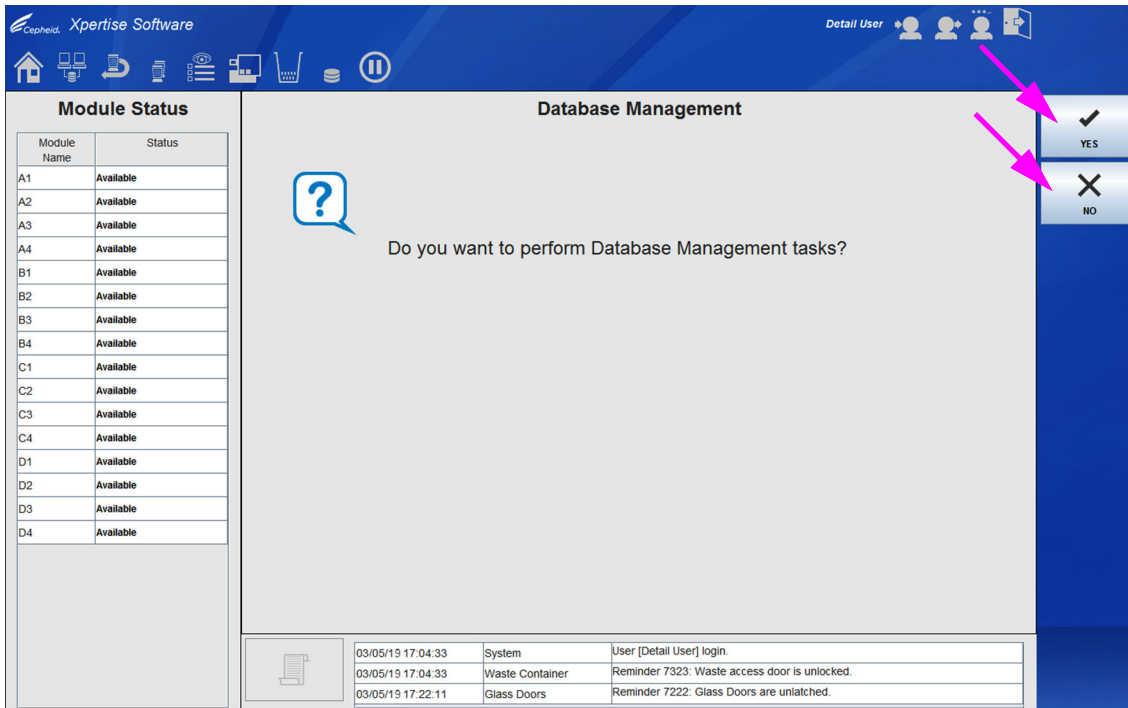
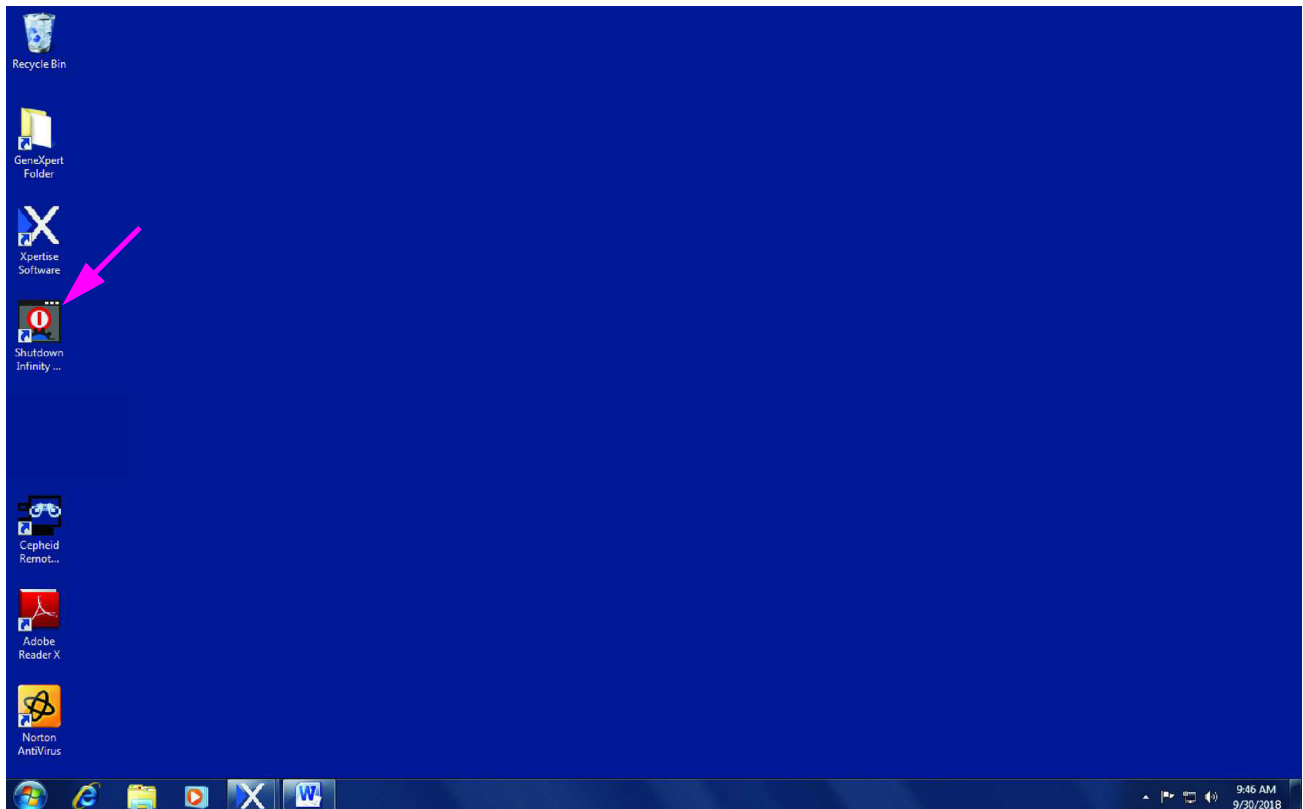
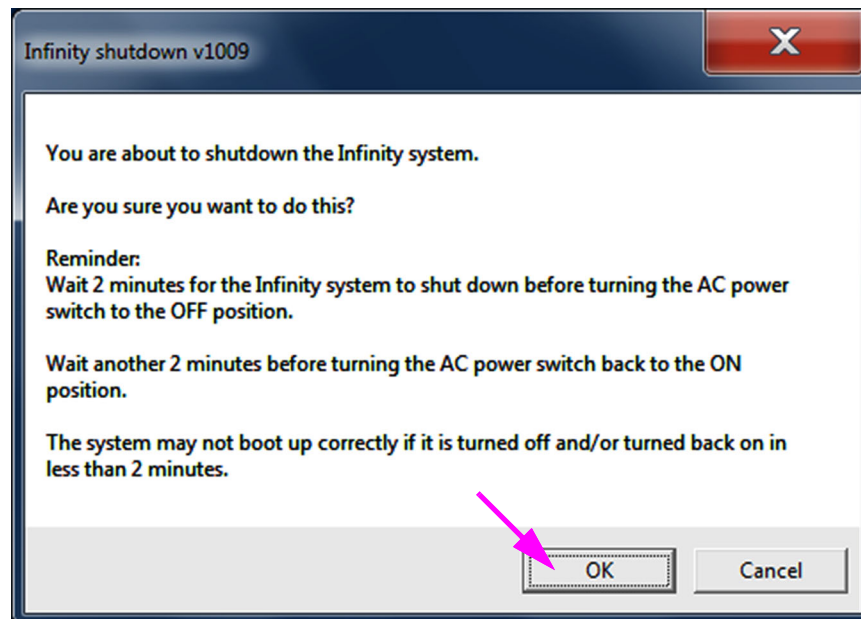

Figura 2-75. Lembrete de área de trabalho Database Management (Gestão da base de dados)
Figura 2-77. Ambiente de trabalho com o ícone Shutdown (Encerrar) Infinity
Figura 2-78. Caixa de diálogo de confirmação de encerramento do Infinity
- Se a caixa Database Management Reminders (Lembretes de gestão da base de dados) na área de trabalho General (Geral) (ver Figura 2-25) **não** estiver assinalada, o lembrete da área de trabalho Database Management (Gestão da base de dados) (ver Figura 2-75) não será apresentado e não será necessária qualquer ação adicional. O programa de software Xpertise vai fechar e será apresentado o ambiente de trabalho Windows. Ver Figura 2-77. Vá para a Secção 2.12.1.3 para concluir a sequência de encerramento do sistema.
- Se a caixa Database Management Reminders (Lembretes de gestão da base de dados) na área de trabalho General (Geral) (ver Figura 2-25) estiver assinalada, o lembrete da área de trabalho Database Management (Gestão da base de dados) (ver Figura 2-75) será apresentado a perguntar-lhe se quer efetuar tarefas de gestão da base de dados.
- A. **Se não pretender executar tarefas de gestão de base de dados**, selecione o botão **NO (NÃO)**. O programa de software Xpertise vai fechar e será apresentado o ambiente de trabalho Windows. Ver Figura 2-77. Vá para a Secção 2.12.1.3 para concluir a sequência de encerramento do sistema.
Depois de efetuar as tarefas de gestão da base de dados, selecione o botão **CLOSE (FECHAR)** (ver Figura 2-76). O programa de software Xpertise vai fechar e será apresentado o ambiente de trabalho Windows. Ver Figura 2-77. Vá para a Secção 2.12.1.3 para concluir a sequência de encerramento do sistema.
1. Faça duplo clique no ícone **Shutdown (Encerrar) Infinity** no ambiente de trabalho do computador quiosque. Ver Figura 2-77. Aparece a caixa de diálogo de confirmação de encerramento do Infinity. Ver Figura 2-78.
2. Selecione o botão **OK**. Ver Figura 2-78.